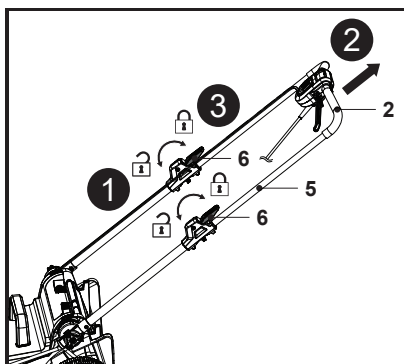

Fig. 3
5. Asegúrese de que las dos barras inferiores del manillar (7) están montadas a la misma altura en ambos lados.
6. Asegúrese de que el cable de control (19) pase por la parte superior de la barra inferior del manillar (7).
7. Abra las dos palancas de bloqueo (6), luego sujete la empuñadura de agarre (2) y tire poco a poco de la barra superior del manillar (5) hasta el final (Fig. 3, pasos 1 y 2).
8. Cierre las dos palancas de bloqueo (6) y compruebe si la barra superior del manillar (5) está bien sujeta (Fig. 3, paso 3).